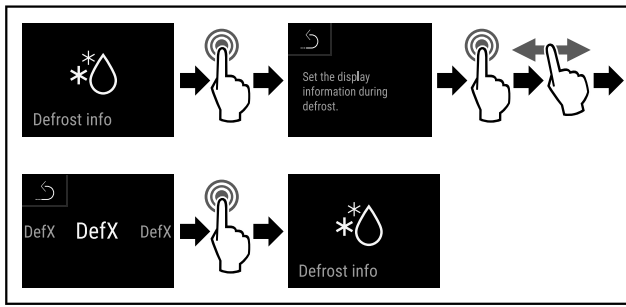

Fig. 135
- ▶ Seguir los pasos de procedimiento (consulte Fig. 135) .